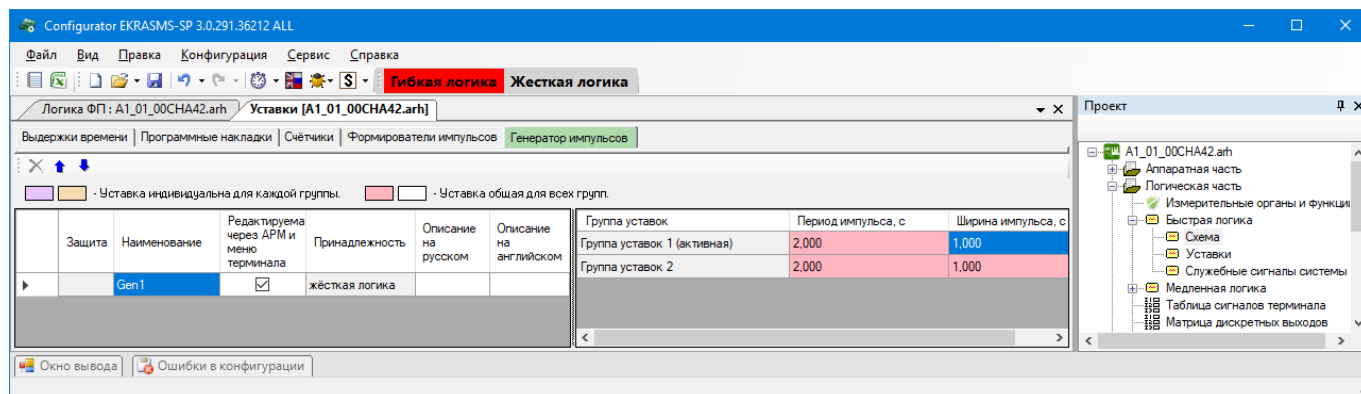

Рисунок 4.101
4.6.2.2.10 Вкладка **Генератор импульсов** (см. рисунок 4.101) предназначена для установки параметров генератора импульсов.